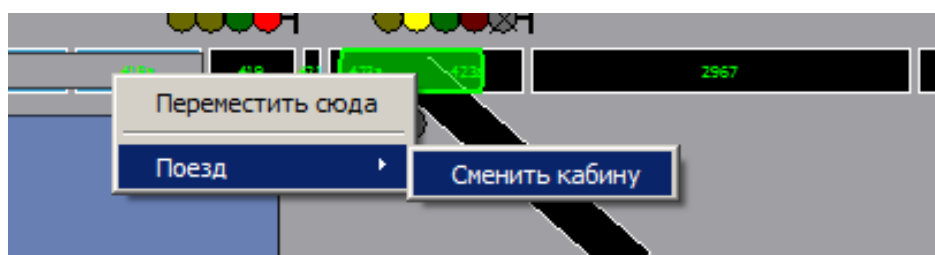

Рисунок 16 – Контекстное меню поезда
2. Поместить указатель мыши в требуемую точку на пути и из контекстного меню выбрать команду «Переместить сюда» (Рисунок 16).
1. Команда контекстного меню *Поезд* → *Сменить кабину* (Рисунок 16).